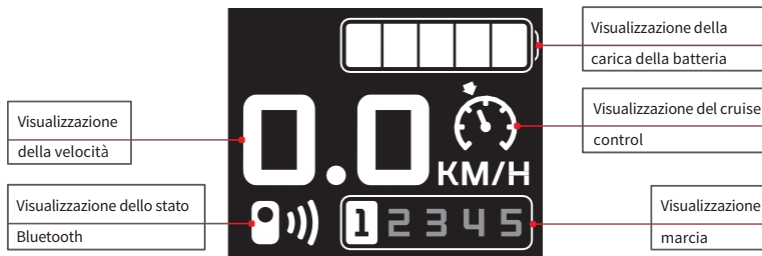

Figura 4.3.3.1
(1) Visualizzazione della percentuale della batteria (come mostrato nella Figura 4.3.3.1)
(2) Visualizzazione della velocità (come mostrato in Figura 4.3.3.1)
(3) Visualizzazione dello stato Bluetooth (come mostrato nella Figura 4.3.3.1)